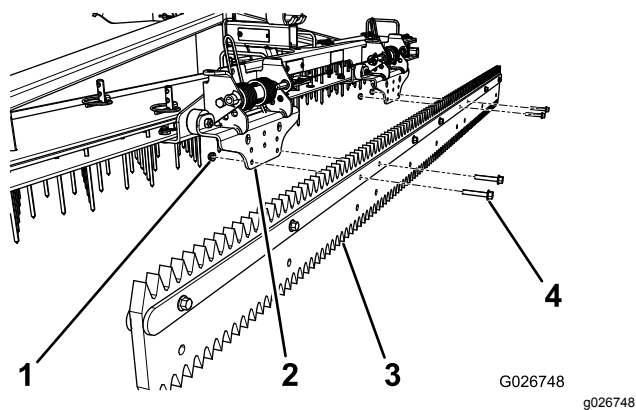

Figura 9
1. Rimuovete 4 viti e dadi come illustrato in Figura 9.
2. Allineate i fori nel sistema di grooming con i fori inferiori nei gruppi delle staffe a molla (Figura 9).
3. Utilizzate le 4 viti e dadi precedentemente rimossi per fissare il sistema di grooming ai gruppi delle staffe a molla (Figura 9).